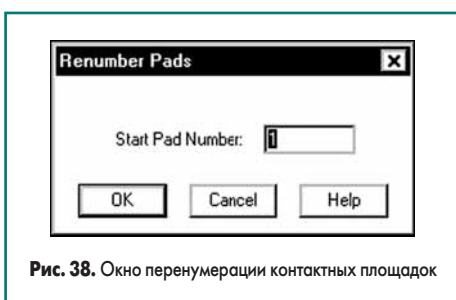

Рис. 38. Окно перенумерации контактных площадок
31. Выполним команду Action | Renumber Pads. На экране появится диалоговое окно Renumber Pads (рис. 38), предлагающее ввести начальный номер.